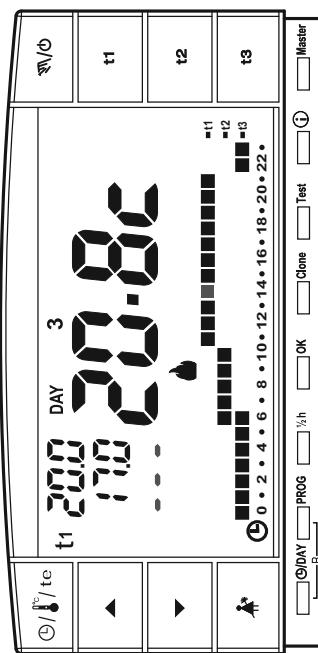

fig. 43
-  - Configurando la función en **OFF** (desactivada) en la línea de la temperatura t3 aparecerán tres guiones (- - -) (fig. 43).